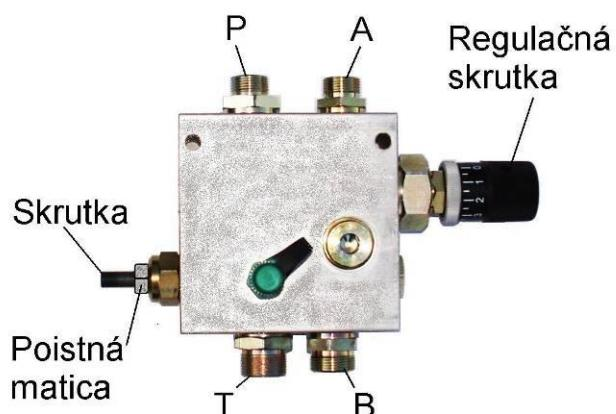

Рис. 27. Трёхходовой регулировочный вентиль
В случае начала эксплуатации с холодным маслом и неизмененным положением трёхходового регулирующего вентиля (рис. 27) вентилятор в фазе разогрева будет вращаться несколько быстрее. После достижения рабочей температуры масла обороты установятся на предварительно настроенное значение.
- Трёхходовой вентиль для регулировки расхода полностью откройте (рис. 27). Трёхходовой вентиль для регулировки расхода полностью открыт, когда регулировочный винт полностью закручен.
- Требуемые обороты установите при помощи *регулировочного винта* (рис. 27) на трёхходовом вентиле для регулировки расхода
- Освободите контргайку (рис. 27).